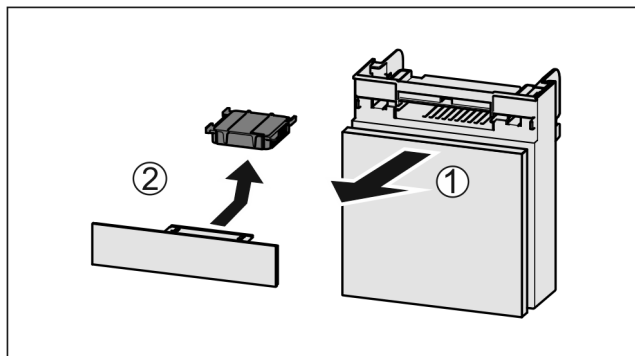

Fig. 225
- Вытянуть Fig. 225 (1) отделение движением вперед.
- Извлечение Fig. 225 (2) фильтра с активированным углем.